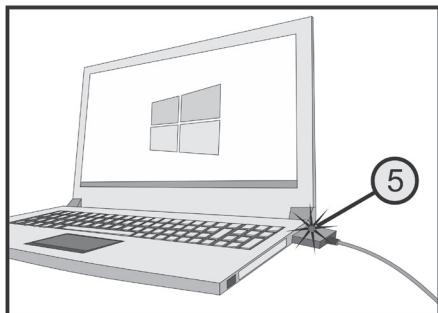

Bild 4
- Aus fototechnischen Gründen ist das Ladekabel in der oberen Abbildung von Bild 4 im aufgewickelten Zustand zu sehen. Vor dem ersten Einsatz sollte der Kabelbinder geöffnet und das Ladekabel auf seine komplette Länge abgewickelt werden.